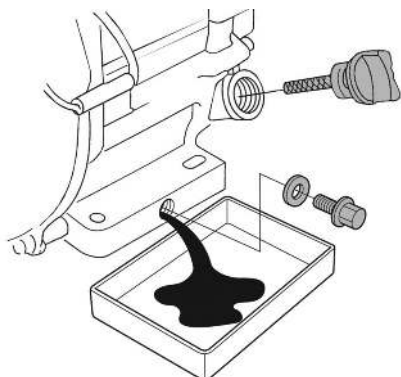

Рис. 21 Замена масла в двигателе
4. Очистите от загрязнений зону вокруг маслосливной горловины. Извлеките крышку-щуп из маслосливной горловины (Рис. 21) и протрите щуп чистой ветошью.
5. Открутите пробку для слива масла и слейте отработанное масло в подготовленную для этого емкость (Рис. 21).